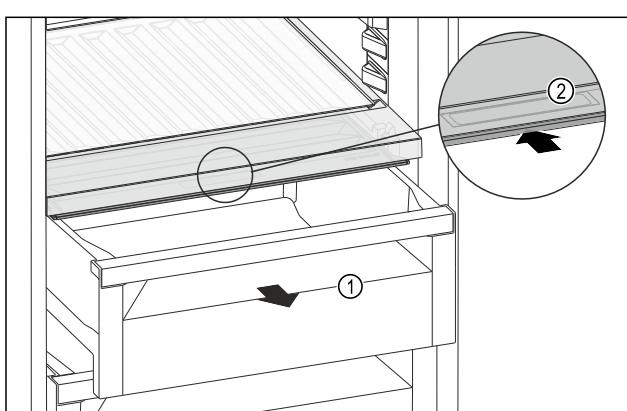

Fig. 157
- Extrageți sertarul Fig. 157 (1).
- Prindeți mânerul încastrat Fig. 157 (2) de la capacul compartimentului și glisați concomitent capacul compartimentului spre partea posteroară.